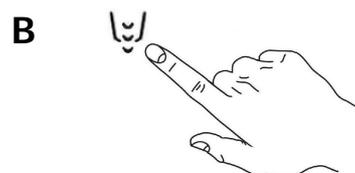

Fig.23
- 2- Appuyer pour le bouton "B" vidange de l'eau y attendre la décharge complète dans la baignoire. (Fig.23)